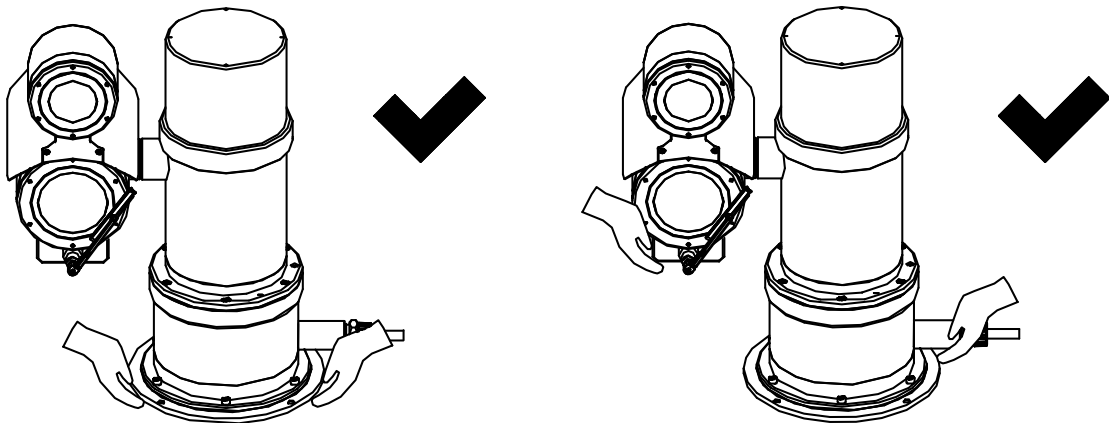

Figure 2-1 PTZ カメラの持ち方
- PTZ カメラは、Figure 2-1 に示すように持ちます。